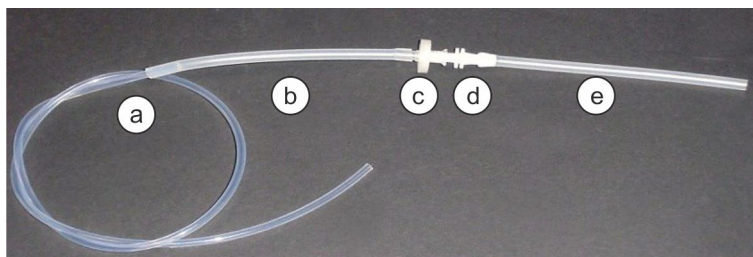

Fig. 19 Kit de comprobación de flujo
Las fugas pequeñas se pueden reconocer si mediante una contrapresión adicional en el sistema baja el flujo de control. Para encontrar la fuga puede ser útil el kit de comprobación de flujo que se suministra junto con el compEAct S. El set se ensambla de la siguiente manera (→ Fig. 19):
3. Introduzca el extremo libre de la manguera a (→ Fig. 19) en el conector FAST.